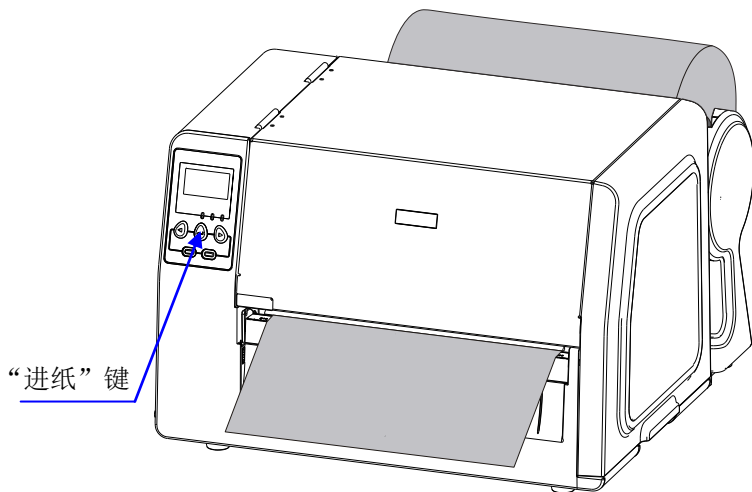

图 9-6
10. 合上右盖，打开电源开关，若打印机电源已接通，直接按下“进纸”键，打印机将自动定位到下一张标签的起始位置。（图 9-6）